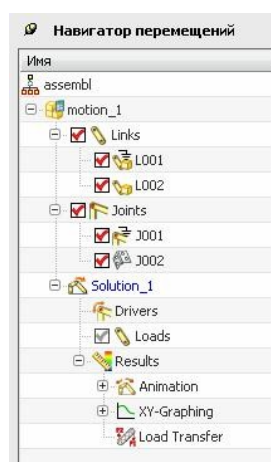
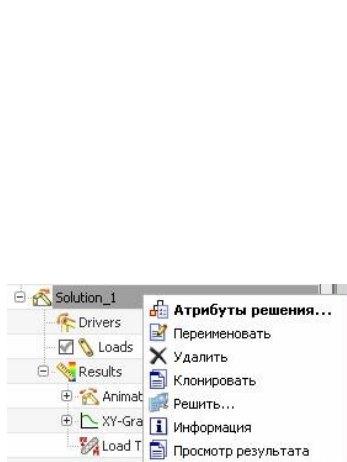
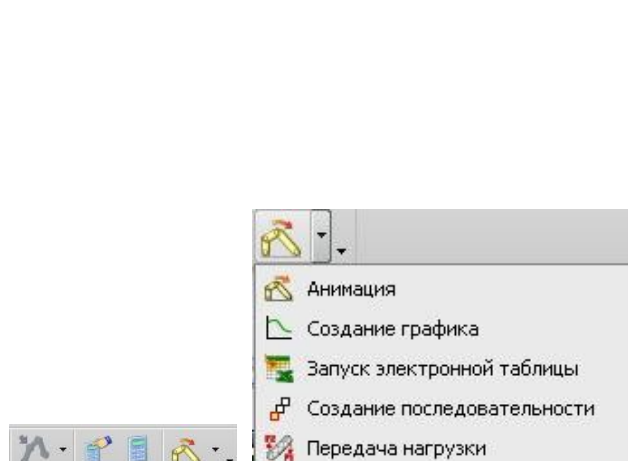
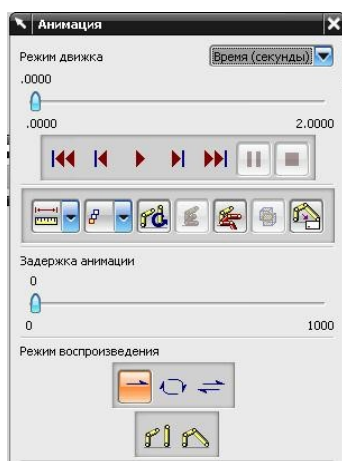

рис.57
рис.58
рис.61
рис.63
- Обратите внимание на состояние своего навигатора перемещений после первой анимации (рис.57). Теперь, кроме описания самого механизма, в нижней его части появился важный раздел собственно решения – ***Solution_1***. А в нем теперь присутствуют многие атрибуты самого решения: разделы *Drivers, Loads, Results, Animation, Graphing, Load Transfer*. Позднее, по мере необходимости, мы познакомимся с некоторыми из них. А пока представим, что нам хочется что-то изменить в параметрах *Решения*.
- Чтобы изменить что-либо в вашем *Решении*, поставьте курсор на строку *Solution*, вызовите контекстное меню, и в нем выберите команду *Атрибуты решения* (рис.58). В результате вы опять увидите диалоговое окно *Решение* (рис.59), сможете выполнить все свои изменения, и повторить решение с новыми параметрами.
- Постарайтесь не размножать строки *Solution* на рис.57. Каждое новое обращение к пиктограмме *Решение* (вторая слева пиктограмма на рис.61) приводит к появлению нового раздела *Solution*, поэтому все изменения в параметрах решения лучше делать так, как описано выше: поставьте курсор на “старую” строку *Solution*, вызовите контекстное меню, и в нем выберите команду *Атрибуты решения* (рис.58).
- Самый мощный инструмент просмотра анимации – это диалоговое окно *Анимация* (рис.63).
- Чтобы вызвать это окно, нужно в панели инструментов *Перемещение* выбрать крайнюю справа пиктограмму (рис.61). На самом деле эта пиктограмма делает доступными целую группу команд (рис.62). Но сейчас нас интересует только одна из них – *Анимация*. Вот по этой-то команде и откроется окно рис.63.